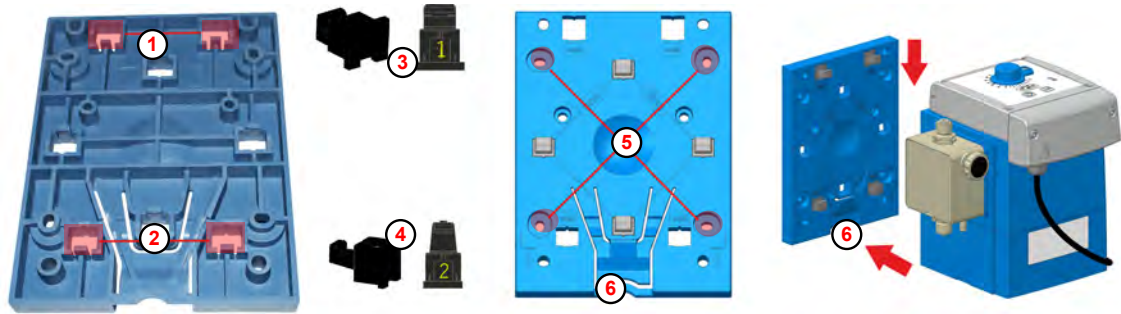

Fig. 5: Preparaciones para el montaje en pared
*En la parte inferior de la placa de montaje, las aberturas para el montaje en Montaje en pared ( Fig. 5 , ① o ② ) están marcadas con el número 2.*
*Para el montaje en pared se emplean elementos de sujeción (en el volumen de suministro) con el índice 1 ③ y el índice 2 ④ .*
2. ▶ Deslizar los elementos de sujeción con el índice 2 ④ desde la parte trasera hacia las dos aberturas superiores ① , designadas con el número 2 y permitir que se acoplen.
3. ▶ Deslizar los elementos de sujeción con el índice 1 ③ desde la parte trasera hacia las dos aberturas inferiores ② , designadas con el número 2 y permitir que se acoplen.
5. ▶ Utilizar la placa de montaje de plantilla y marcar con un lápiz afilado los puntos de perforación ⑤ deseados.